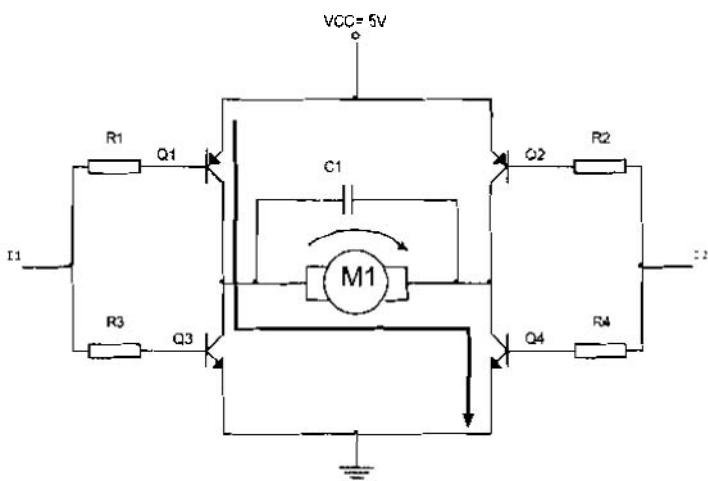

Figura 29-3 Funcionamiento con  $I_1$  a nivel alto e  $I_2$  a nivel bajo
- Cuando se invierten las señales de entrada, es decir I1 a nivel bajo e I2 a nivel alto, los transistores que se saturan son Q1 y Q4, mientras que los que entran en estado de corte son Q2 y Q3. Esto hace que el motor gire en sentido contrario (figura 29-3).